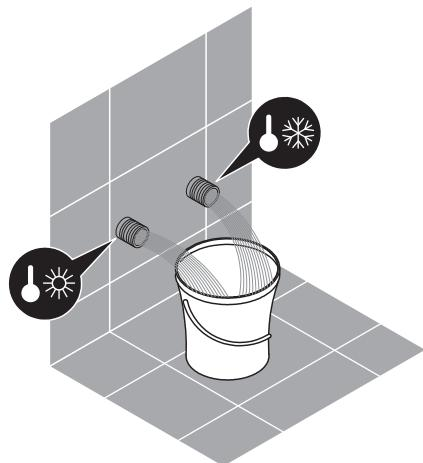

Fig.2
-Il est recommandable avant de mettre en circuit la colonne, d'effectuer le nettoyage des tuyaux en laissant l'eau couler dans la canalisation, pendant quelques minutes à fin d'éviter des problèmes provoqués pour des déchets et des saletés accumulés dans les circuits (fig.2);